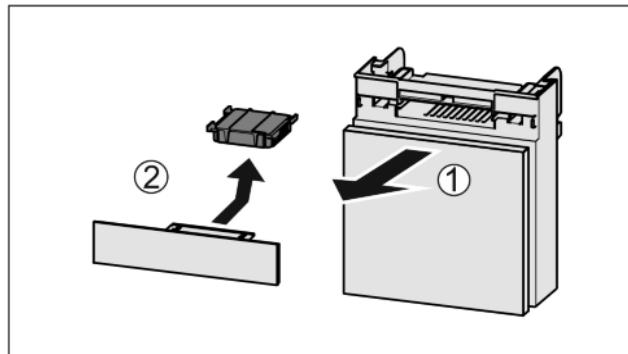

Fig. 33
- Extrageți Fig. 33 (1) compartimentul către înainte.
- Scoateți Fig. 33 (2) filtrul de cărbune activ.